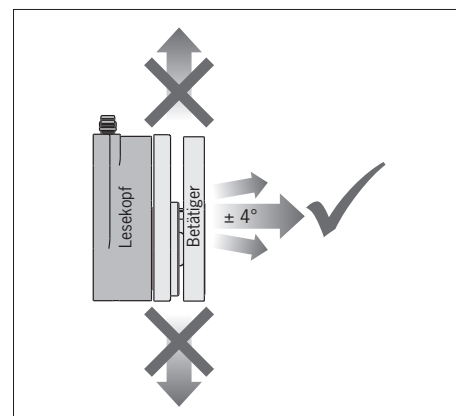

Bild 1: Anfahrriechung
- Beim Öffnen der Schutztür muss der Betätiger frontal vom Lesekopf weggeführt werden (siehe Bild 1).